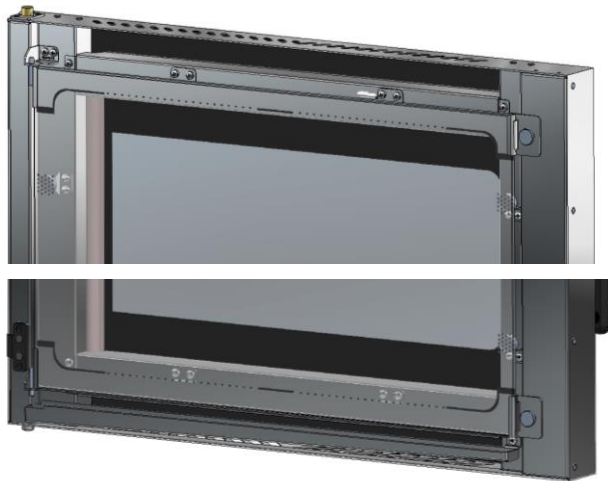

Рис. 16 Месторасположение фиксатора внутреннего стекла двери
- по мере необходимости, отверните два винта М5 с накатными головками и откройте внутреннее стекло (см. рис.16).